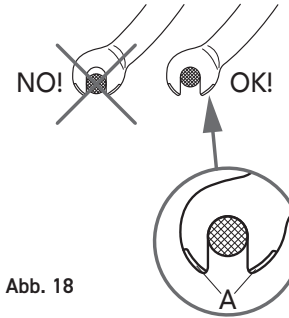

Abb. 18
- Führen Sie das Laufrad in die Ausfallenden des Rahmens ein und vergewissern Sie sich, dass es bis zum Anschlag eingefügt ist (Abb. 18).
Die Haltekante (A - Abb. 18) nicht verändern bzw. unter keinen Umständen beschädigen (wenn Ihre Gabel damit ausgerüstet ist). Die Haltekante soll das Ablösen des Laufrads verhindern, falls die Muttern sich lockern.